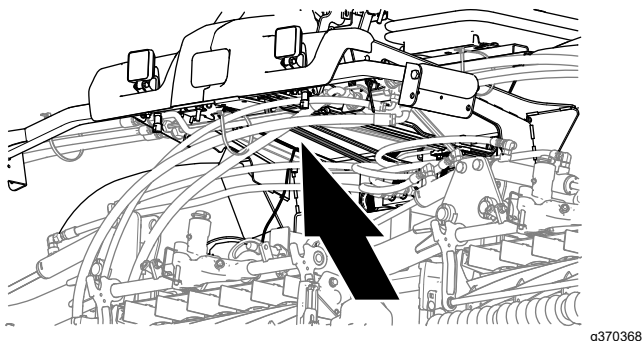
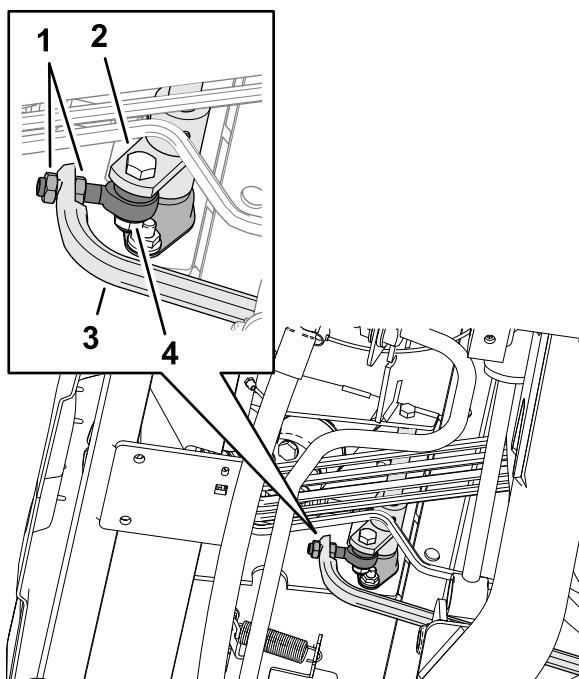

Bild 140
Bild 141
5. Stellen Sie die Klemmmuttern am Stangenende so ein, dass die Fahrtriebsstange nach vorne bewegt wird, um das Kriechen nach vorne zu verhindern, oder nach hinten, um das Kriechen nach hinten zu verhindern (Bild 140 und Bild 141).